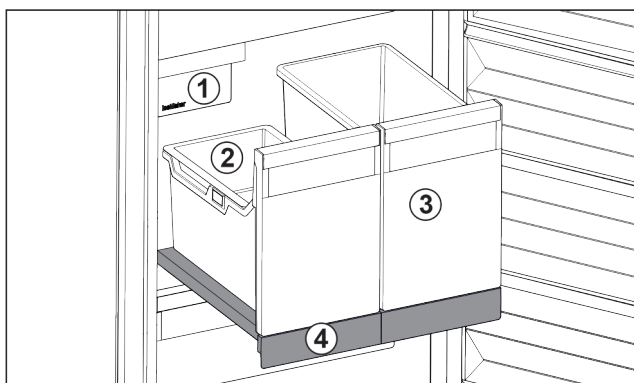

Fig. 83 Выдвижная панель с IceTower
На выдвижной панели находятся два высоких контейнера (IceTower). В контейнере Fig. 83 (2) собираются и хранятся кубики льда из IceMaker. Контейнер Fig. 83 (3) подходит для хранения высоких продуктов, таких, как пицца или алкогольные напитки.